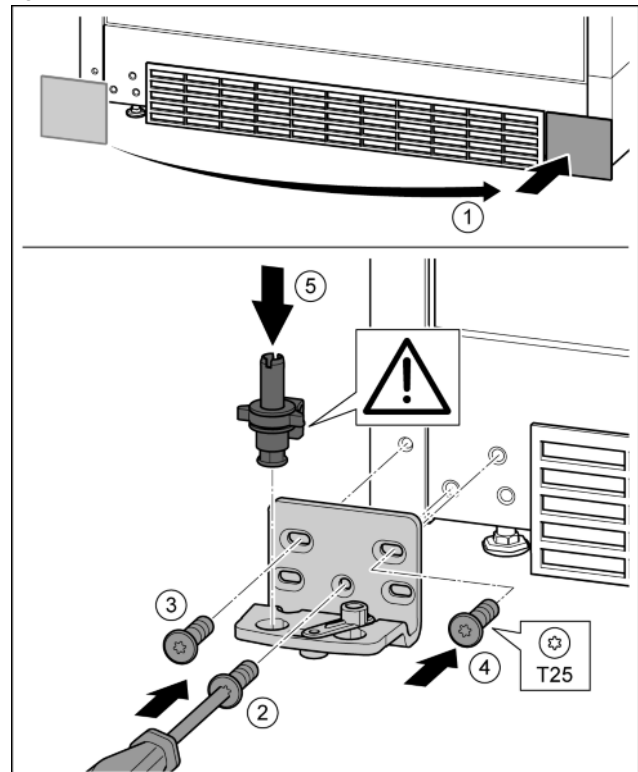

Fig. 13
- ▶ Afdekking eraf halen en op de andere kant aanbrengen. Fig. 13 (1)
- ▶ Lagerbus op de andere kant aanbrengen en met behulp van een schroevendraaier T25 vastschroeven. Met schroef 2 onder in het midden beginnen. Fig. 13 (2)
- ▶ Schroef 3 en 4 vastschroeven. Fig. 13 (3, 4)
- ▶ Lagerbus volledig aanbrengen. Let op dat de vergrendel nok naar achter wijst. Fig. 13 (5)